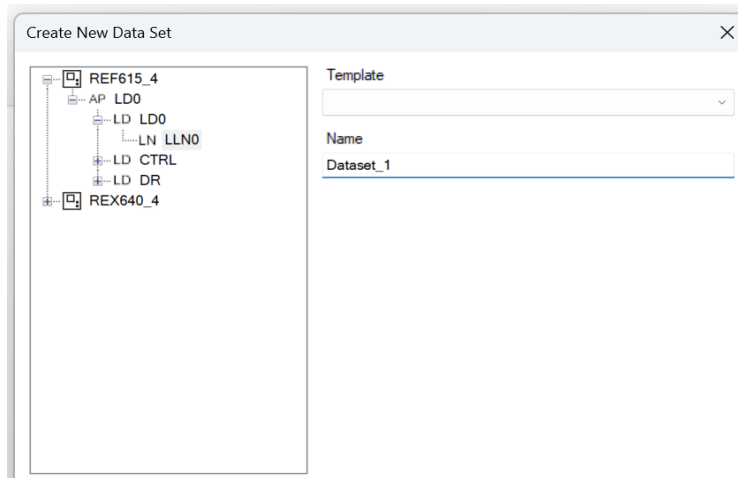

Imagen 334_Creación de Data Set para comunicación GOOSE.
5.1.13 Nos abrirá la siguiente ventana, donde le asignaremos un nombre, para nuestro caso es “Dataset1” como se muestra en la **Imagen 334**.